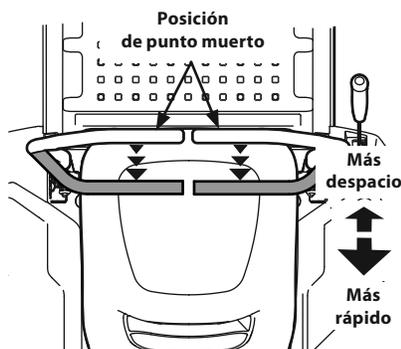

Figura 23
5. Mueva las dos palancas de control de la transmisión de forma lenta y pareja hacia atrás. El tractor comenzará a moverse hacia atrás. Consulte la Figura 23.